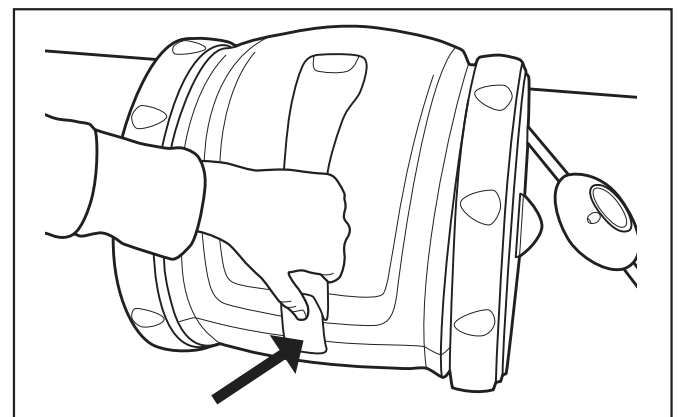

Figure 9. Ouvrir le couvercle du nettoyeur
3. Pousser sur le loquet du couvercle, puis soulever le couvercle. Se référer à la Figure 9.
- Abaisser le couvercle pour que le loquet verrouille le couvercle en place (voir la Figure 9).